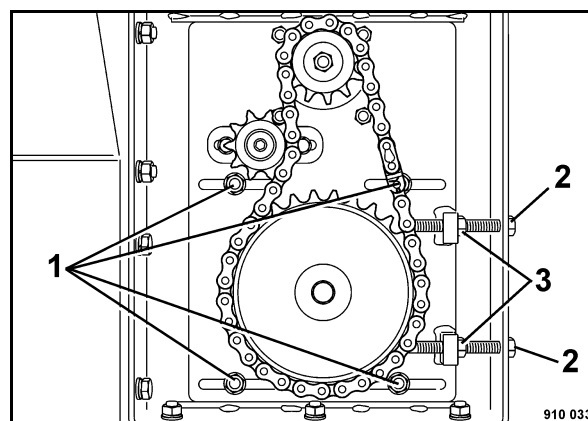

Bild 42
- Vier Befestigungsschrauben 1 (Bild 42) lösen.
- Kontermuttern (3) lösen) und Förderband mit Hilfe der Schrauben (2) spannen.